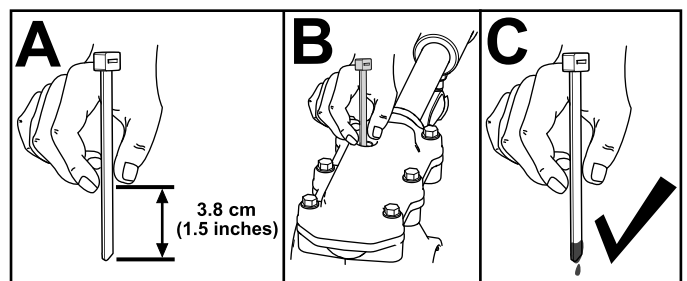

Bild 31
3. Überprüfen Sie den Ölstand mit einem geeigneten Messgerät, z. B. einem sauberen Kabelbinder. Das Öl sollte ca. 3,8 cm unter der Einfüllöffnung liegen (**Bild 31**).